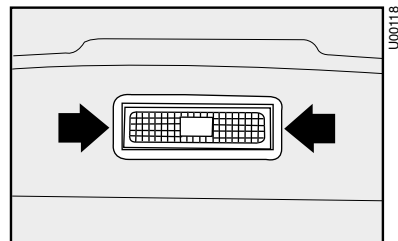

fig. 27
1) Saque el portalámparas, con un destornillador, presionando en los puntos indicados por las **flechas fig. 27**.